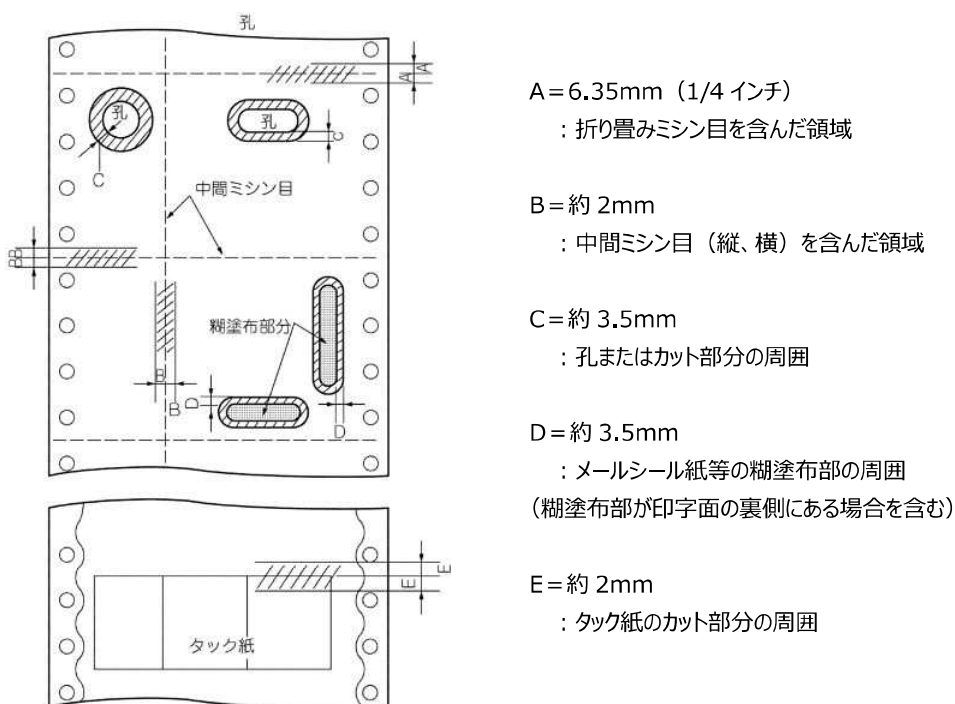
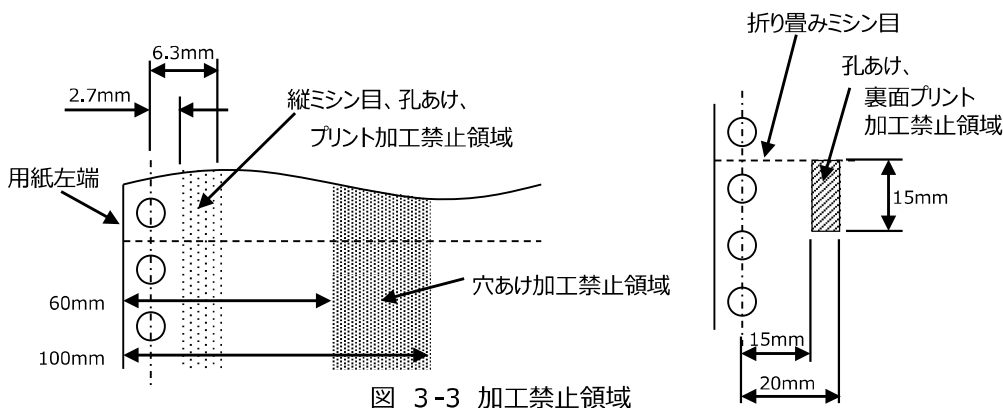

図 3-2 印字禁止領域
図 3-3 加工禁止領域
該当する禁止領域例を図 3-2、図 3-3 に示します。
- (3) 中間ミシン目の凹凸やバリの存在が印字品質低下の原因となります。凹凸やバリのない用紙を使用すると共に、ミシン目近傍の印字を避けたデザインとしてください。余白の目安は約 2mm です。(図 3-2 参照)
- (4) 中間ミシン目から裁断したときに印字データが分割されてしまうことを防ぐため、ミシン目近傍に重要なデータを印字することは避けてください。余白の目安は約 2mm です。(図 3-2 参照)
- (5) 当社装置には構造上、縦ミシン目を設けることのできない領域が規定されているものがありますので注意してください。(図 3-3 参照)
- (6) 中間横ミシン目の本数が多くなると、用紙のバツキやスタッカ障害の原因となります。中間横ミシン目の本数はできるだけ少なくしてください。多くなる場合は、タイ/カット比率を工夫すると共に、十分に事前確認をする必要があります。